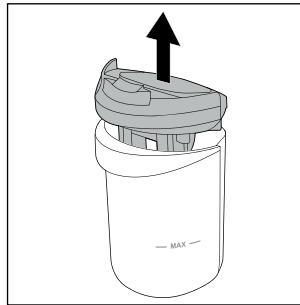

Fig. 21
- ◆ Tag låget til beholderen til snavset vand **9** ud af beholderen **2** oppefra (se fig. 21).